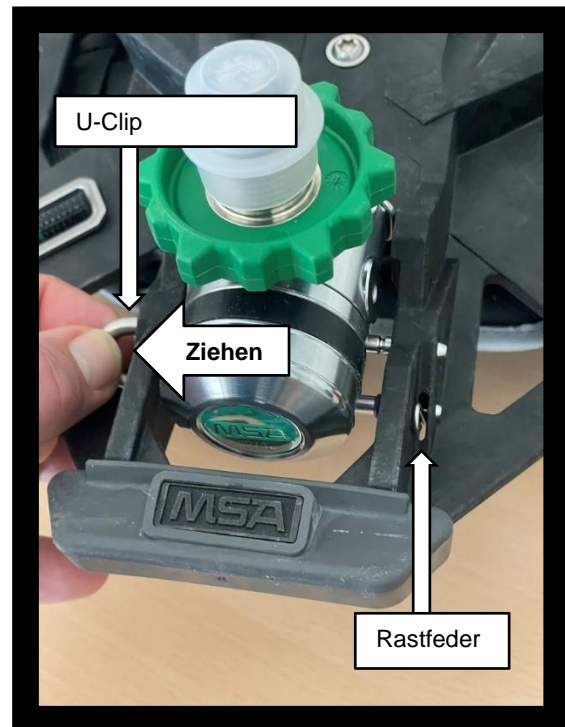

Abb. 4 – Funktionsprüfung U-Clip
2. Nachdem Sie festgestellt haben, dass die Komponenten montiert sind, ziehen Sie den U-Clip wie dargestellt nach links (Abb. 4).